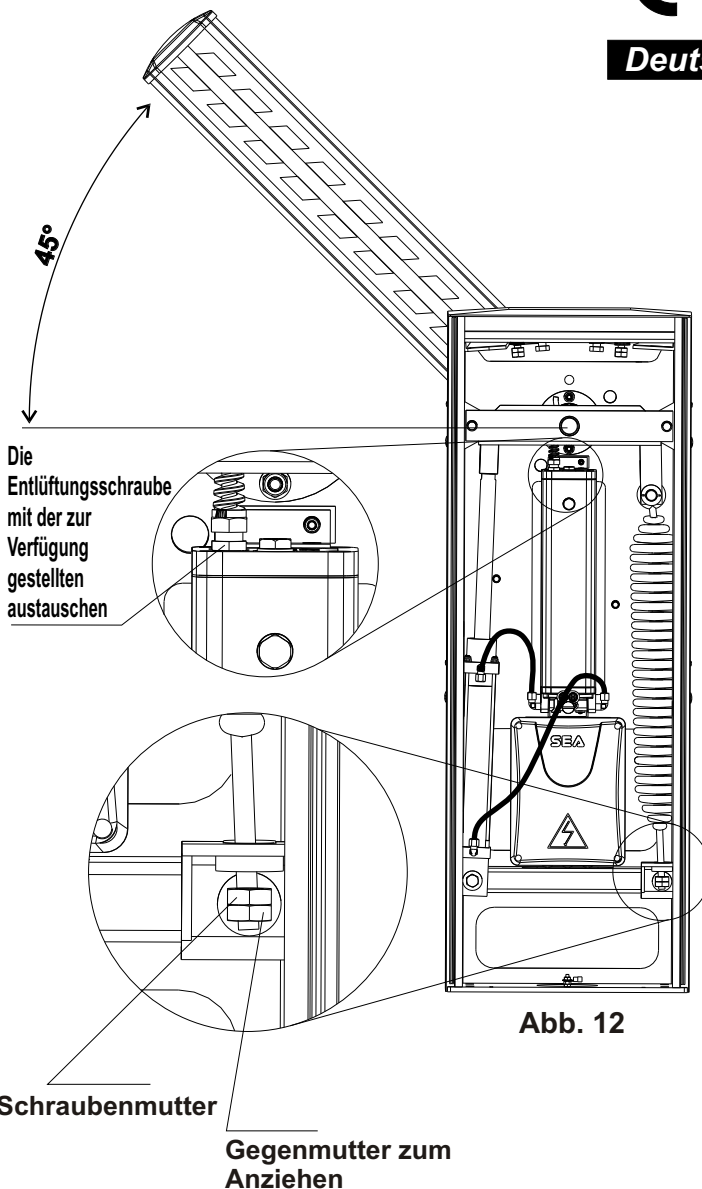

Abb. 12
- Den Baum auf 45° positionieren und die Auswuchtung mit Hilfe der Muttern (Abb.12) durchführen.
- Die Spannmutter der Feder zu/oder aufschrauben bis der Auswuchtungspunkt auf 45° erreicht wurde (Abb. 12).